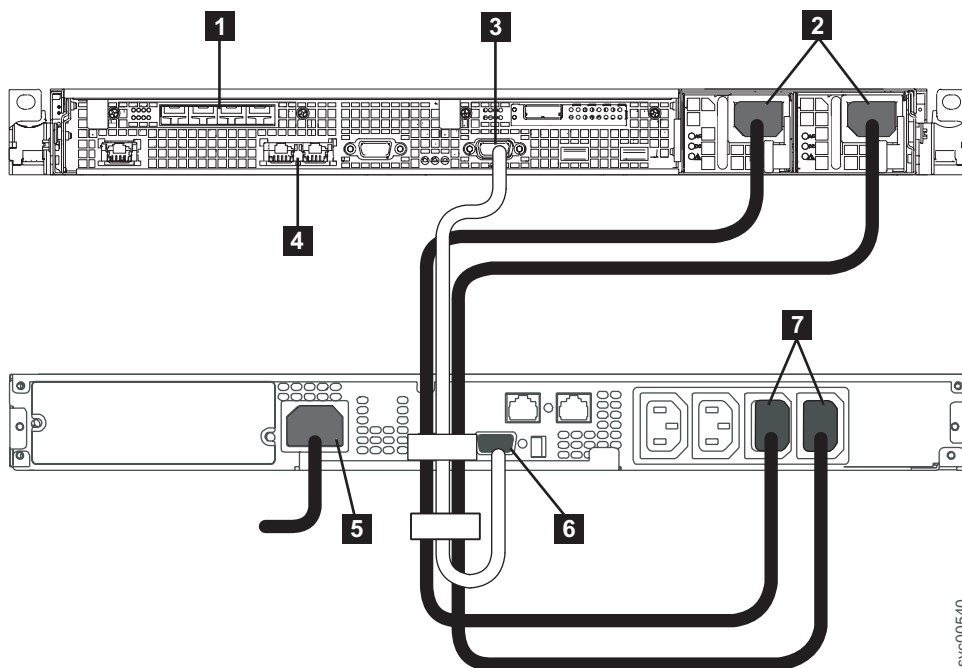

図 32. SAN ボリューム・コントローラー 2145-CF8 の電源ケーブルを 2145 UPS-1Uに接続します。
1. SAN ボリューム・コントローラー 2145-CF8・ノードの背面で、電源/シリアル結合ケーブル・アセンブリーの電源ケーブルの方を、36 ページの図 32 に示すように電源コネクタ **2** に差し込んでください。